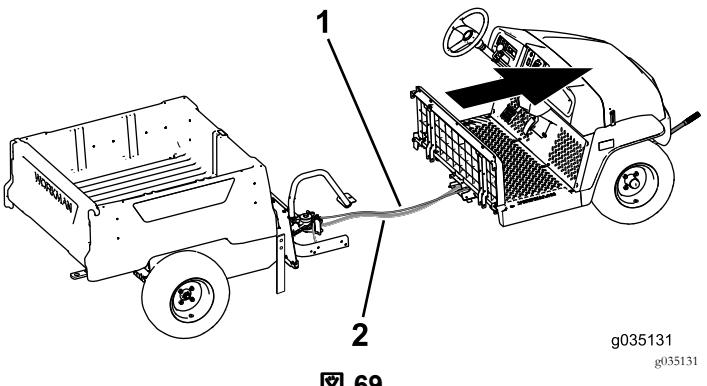

図 69
9. もう一人に手伝ってもらって、車体の前半分を前方へ移動して車体を前後方向に分離する図 69。